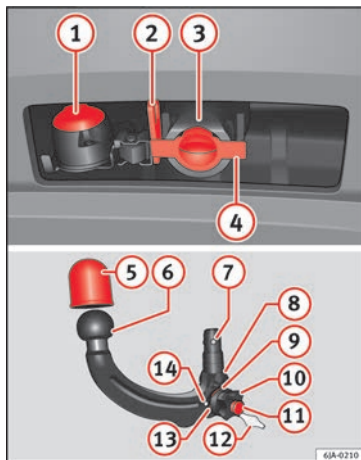

Fig. 194 Suporte do dispositivo de engate para reboque/barra de cabeça esférica.
Legenda da » **Fig. 194:**
- Retire a tampa do orifício do casquilho de fixação (4) » **Fig. 194** puxando para baixo.
– Coloque a tampa do orifício do casquilho de fixação ④ » Fig. 194.